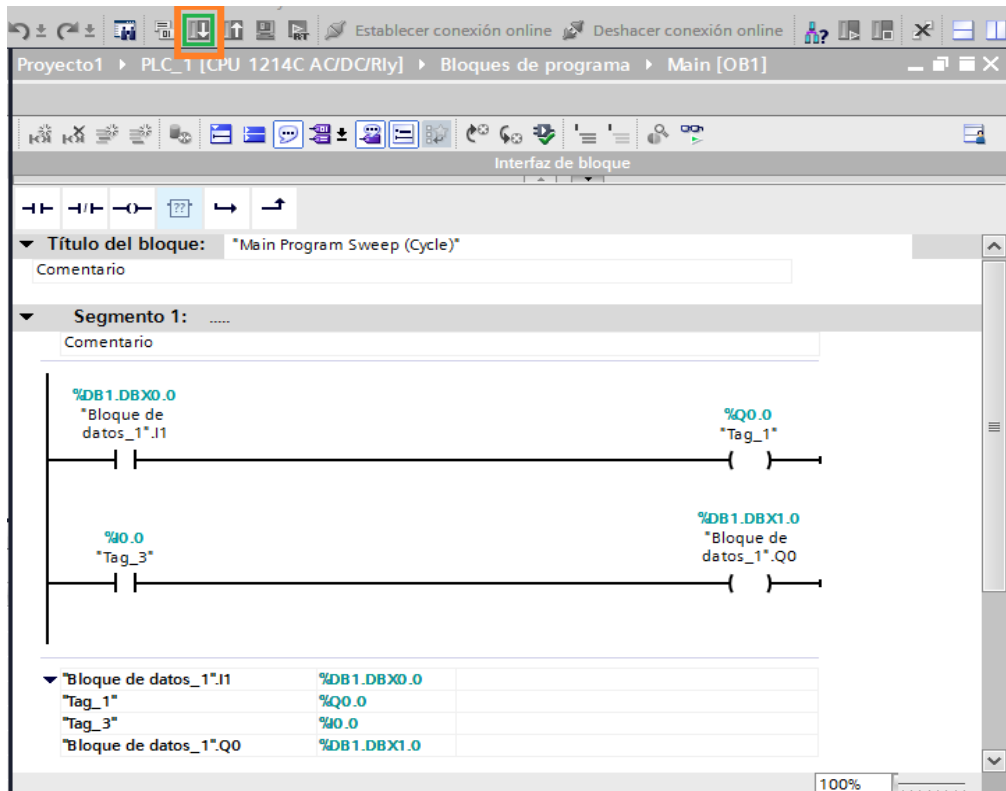

Figura 114: Cargar programa de bloque de datos.
10. Cargar el programa Figura 114, como indica en el cuadro naranja.